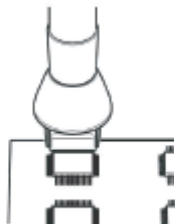

Abb. 7
- Wärmen Sie den Leiterrahmen gleichmäßig auf (Abb. 7)